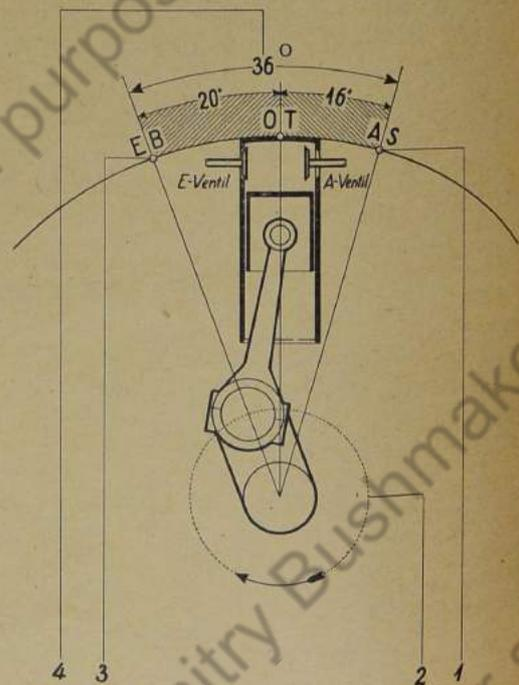

Bild 143: Summe der Überschneidungsgrade
Beispiel: Eine Messung ergibt, daß das Einlaßventil 20° v. O. T. öffnet und das Auslaßventil 16° n. O. T. schließt, dann beträgt die Summe der Überschneidungsgrade = 36° (Bild 143).
A. S. 16° n. O. T. } (Bild 143)